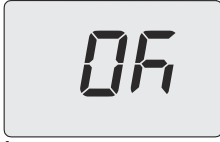

Рисунок 9.24
- Натисніть кнопку 14 для підтвердження введеного значення. На дисплеї протягом 3 секунд відобразиться повідомлення **OK** (Рисунок 9.24), після чого з'явиться список параметрів.